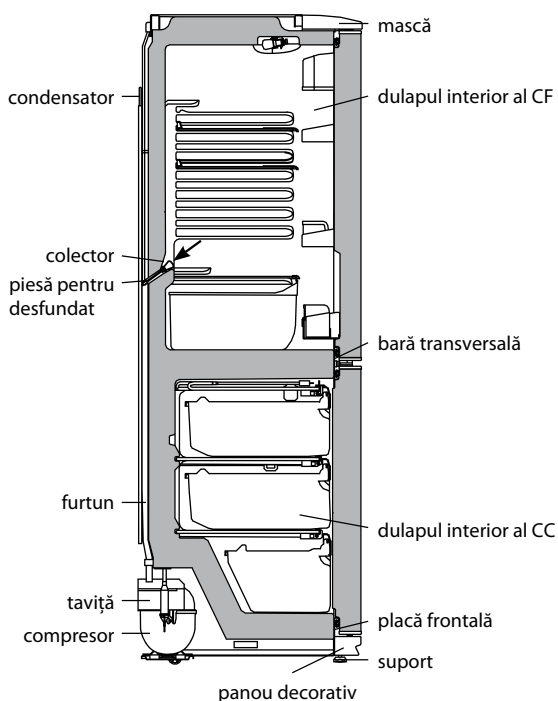

Figura 5 — Schema scurgerii apei rezultate în urma topirii din CF
**3.5.1** În CF se folosește un sistem automat de dezghețare. Bruma, care apare pe perețele din spate a CF, după deconectarea compresorului care lucrează în ciclu, se topește și se transformă în picături de apă. Picăturile de apă rezultată în urma topirii se scurg în colector, apoi prin gaura acestuia și prin furtun - în tavița de pe compresor, în conformitate cu figura 5 și se evaporă. Gaura colectorului este dotată cu o piesă pentru prevenirea înfundării sistemului de drenaj.
Prezența apei în colector indică înfundarea sistemului de drenaj. Pentru eliminarea înfundării folosiți piesa corespunzătoare și curățați gaura colectorului, astfel ca apa să se scurgă liber în taviță, apoi spălați piesa și instalați-o în conformitate cu figura 5.
**SE INTERZICE** să utilizați frigiderul cu sistemul de scurgere înfundat. Apa care a apărut la baza CF sau care a ajuns în locul de alăturare a barei transversale și a dulapului interior al CF, în conformitate cu figura 5, poate provoca coroziunea dulapului exterior al frigiderului și elementelor agregatului frigorific, defectarea izolației termice, formarea crăpăturilor dulapului interior și defecțiunea frigiderului.
**SE INTERZICE** dezghețarea CC fără utilizarea elementului pentru drenare. Apa rezultată în urma topirii care se scurge din cameră afară de elementul pentru drenare, pătrunzând în locul de alăturare a plăcii frontale la dulap interior în conformitate cu figura 5, poate provoca coroziunea dulapului exterior al congelatorului și a elementelor agregatului frigorific, defectarea izolației termice, formarea crăpăturilor dulapului interior și defecțiunea dulapului frigiderului.